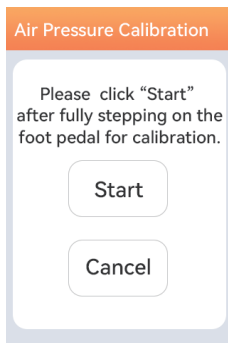

Figura 10
Acceda a la interfaz de configuración, haga clic en la tecla táctil de modo de calibración, acceda a la interfaz de calibración de la presión del aire, haga clic en "Iniciar" y aparecerá la interfaz que se muestra en la Figura 10. Pise el pedal hasta el final hasta que se muestre el 100% y, a continuación, suelte el pedal para calibrar correctamente.
5.4 Antes de utilizar el aparato por primera vez, asegúrese de que la presión de aire ha como se muestra en la Figura 10)